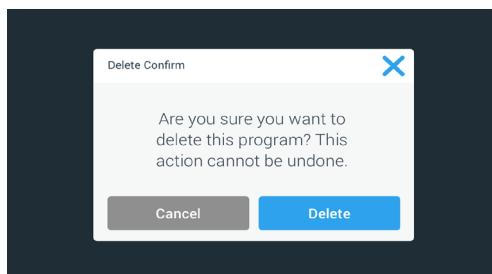

Abbildung 3-46: Programme -> Fenster mit der Löschbestätigung für Programme
2. Um das Programm zu löschen, tippen Sie auf der Seite Programm bearbeiten auf die Schaltfläche **Löschen**. Das Fenster mit der Löschbestätigung erscheint, wie in Abbildung 3-46 dargestellt.